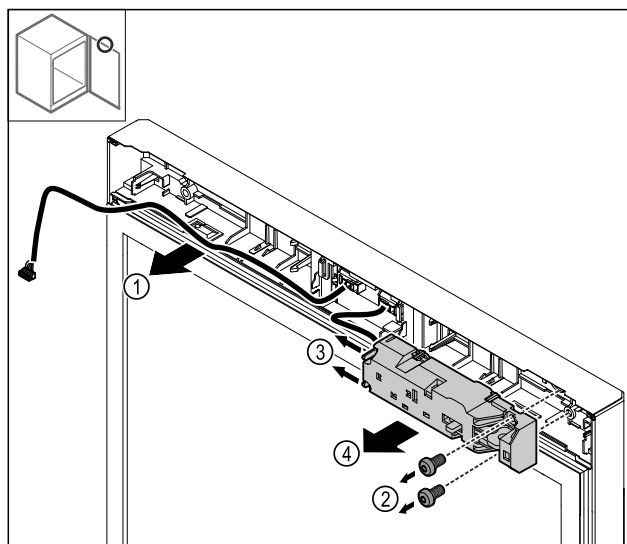

Fig. 24
- Retirer le câble Fig. 24 (1).